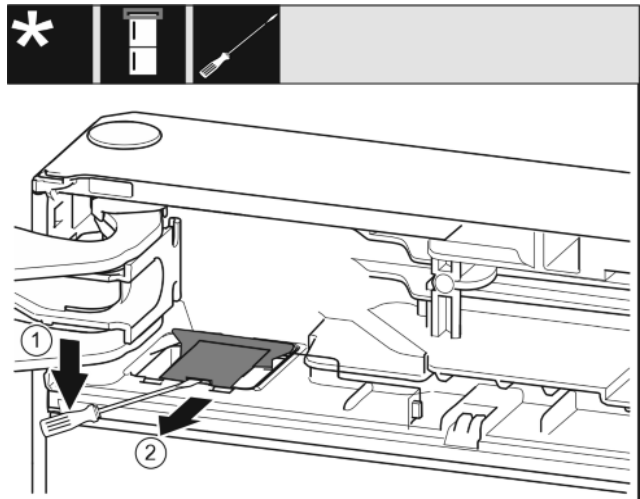

Fig. 8
- ▶ Met een sleufschroevendraaier de afdekking losmaken en optillen. Fig. 8 (1)
- ▶ Afdekking eruit nemen. Fig. 8 (2)